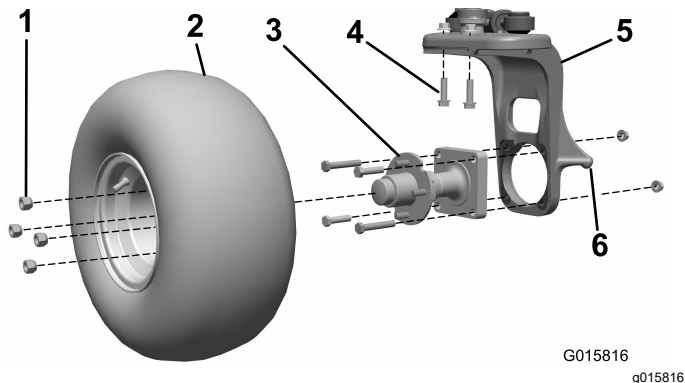

Figura 1
1. Eleve a unidade no ponto de elevação da forquilha da roda giratória (Figura 1).
2. Remova o conjunto da roda do cubo da roda. Guarde as porcas das rodas (Figura 1).
3. Retire os quatro parafusos e duas porcas que prendem o cubo da roda à forquilha da roda giratória (Figura 1). Elimine todos os itens.
forquilha da roda giratória (Figura 1). Elimine estes itens.